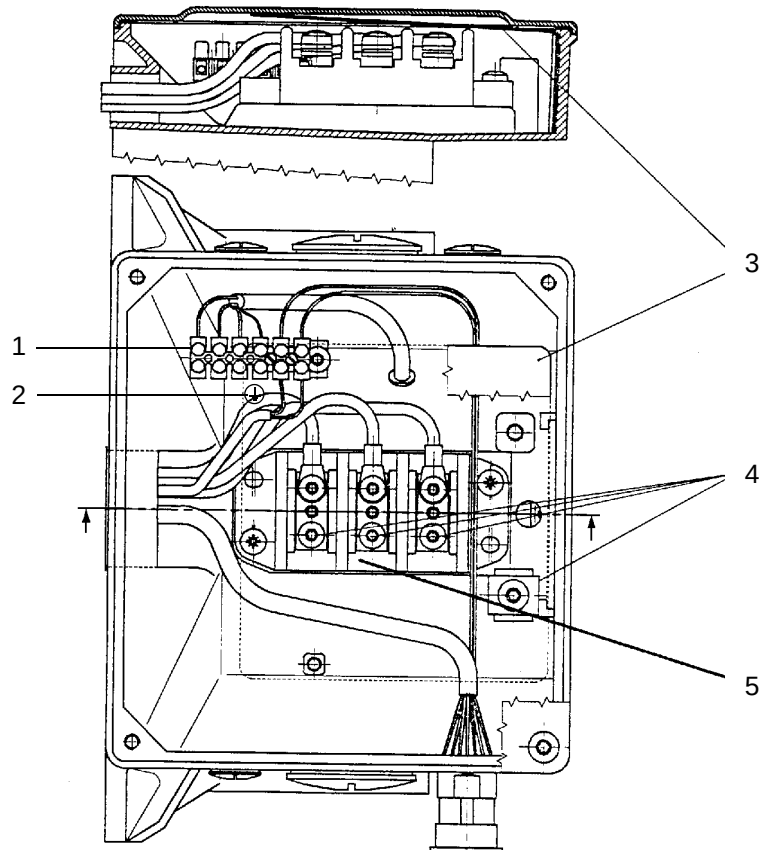

Fig. 5 Conexión eléctrica
- Los cables de conexión sean compatibles con la aplicación, las tensiones y las corrientes previstas (v. Fig. 5).
¡Peligro de electrocución! ¡La lámina aislante en la caja de bornes Fig. 5 sirve para evitar descargas eléctricas a la tapa, por lo que no debe retirarse!
- Desatornillar la tapa de la caja de bornes y desconectar los cables del motor y de los termosensores en la regleta de bornes (Fig. 5)